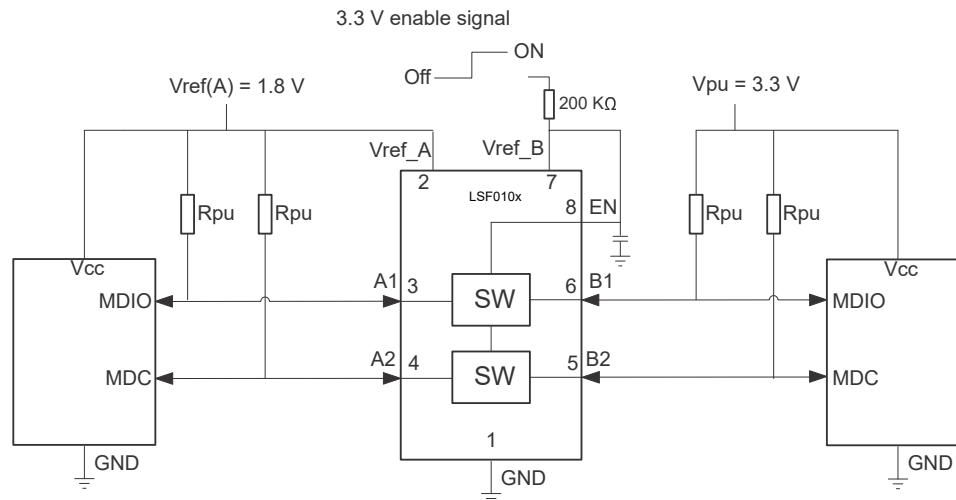

图 9-1. 用于开漏转换的典型应用电路（以 MDIO 为例）
- $V_{CCB}/V_{CCA}$  与  $V_{ref\_B}$  或  $V_{ref\_A}$  不同： $V_{CCB}$  是指提供给 LSF 器件的 B 侧电源电压，而  $V_{ref\_B}$  是指 200k $\Omega$  电阻器另一侧的  $V_{ref\_B}$  引脚（图 9-1 的引脚 7）处的电压。